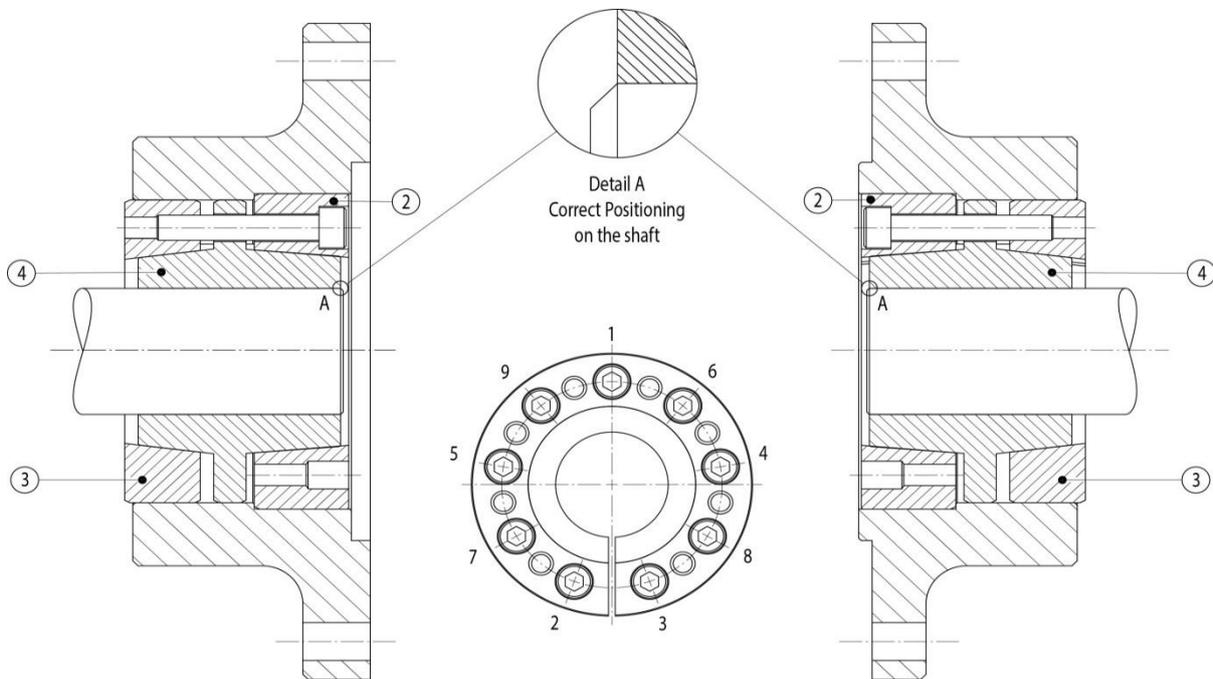

Figura 2
8. Usando la chiave dinamometrica, impostata su 50 Nm, serrare le viti del cilindro (5) secondo la Figura 2 fino ad applicare la coppia su tutte le viti. Per garantire che tutte le viti siano serrate con la stessa coppia, si consiglia di controllarlo in senso orario.
10. Continuare a serrare le viti del cilindro (5) con incrementi di 50 Nm. Continuare come descritto ai passaggi 8 e 9.